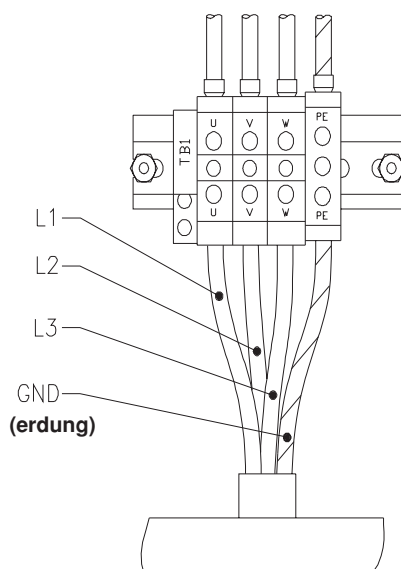

Abbildung a-3 Netzkabel-Anschlüsse zu TBI
4. Leitung L1 an U-, L2 und L3 an W-Anschluß von TB1 (siehe Abb. a-3) legen. Es ist sicherzustellen, daß alle Anschlüsse fest sind, um übermäßige Überhitzung zu vermeiden.
5. Erdungsleitung an den Anschluß mit der Markierung PE an TB1 anschließen (siehe Abb. a-3).